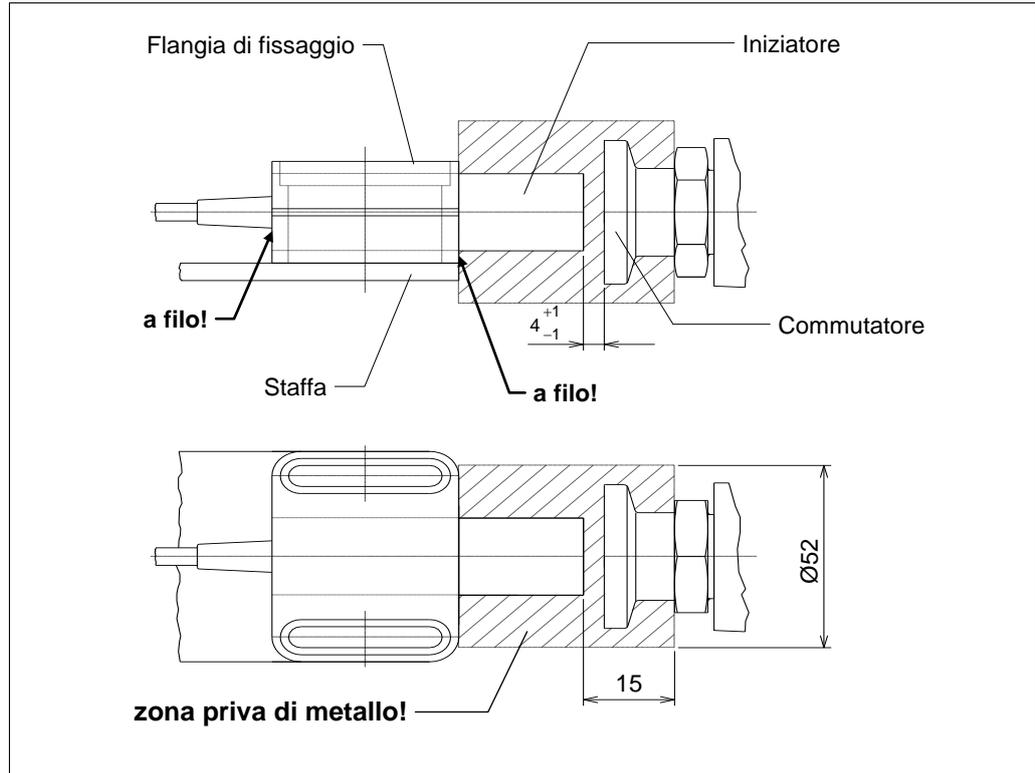

Figura 10
- Considerare la zona priva di metallo (15 mm) attorno alla testa dell'iniziatore (→ Figura 10)!